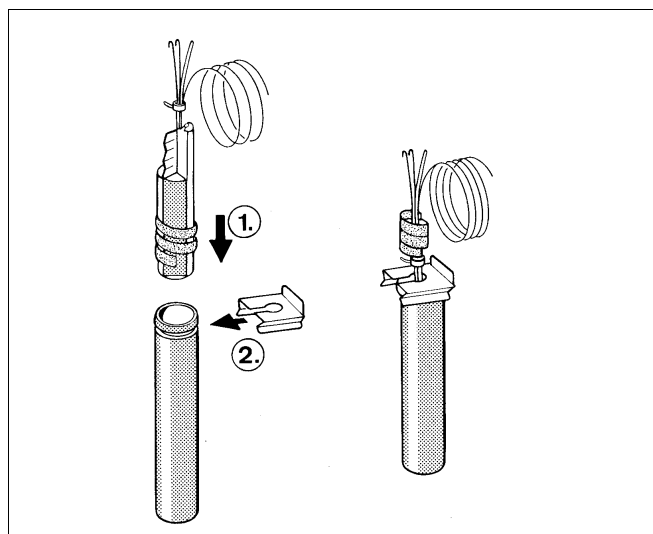

Fig. 4
- Al introducirlo, la espiral de material sintético para mantener juntas las sondas, queda empujada automáticamente hacia atrás (Fig. 4).
Para asegurar el contacto entre la vaina de inmersión y las superficies de la sonda y establecer así una transmisión segura de la temperatura, el resorte de compensación tiene que estar introducido entre las sondas (Fig. 4).
- Apriete el seguro de la sonda desde un lado o desde arriba sobre la cabeza de la vaina de inmersión (Fig. 4).